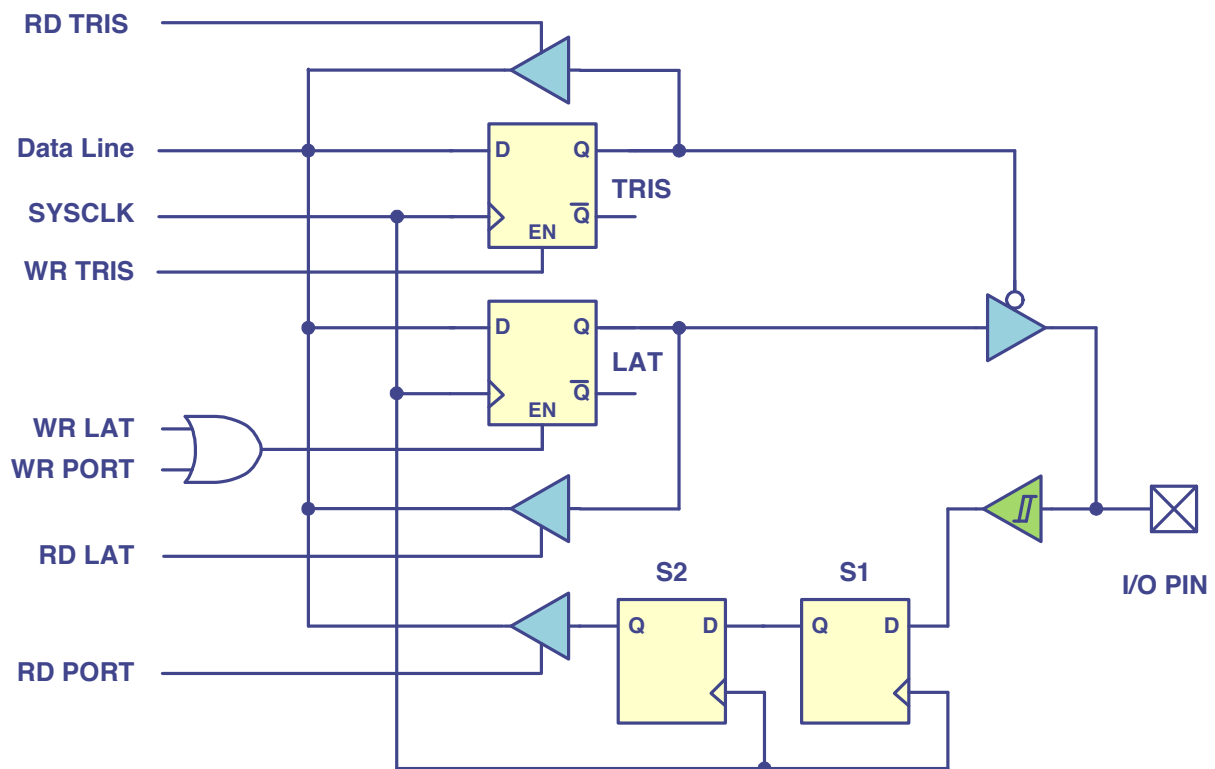

Figura 5. Diagrama de blocos simplificado de um porto de I/O no PIC32.
A Figura 5 apresenta o diagrama de blocos de um porto de I/O de 1 bit no PIC32. Nesse esquema, já abordado nas aulas teóricas, convém destacar os dois flip-flops S1 e S2 presentes no caminho do porto para efeitos de leitura. Esses *flip-flops*, em conjunto, formam um *shift register* de duas posições que visa a sincronização do sinal externo que se pretende ler com o instante de leitura do CPU. Estes dois *flip-flops* impõem um atraso de, até, dois ciclos de relógio na propagação do sinal externo até ao barramento de dados do CPU ("data line").
Esta solução funciona porque o valor escrito em LATE num ciclo de relógio fica disponível para ser lido no ciclo de relógio seguinte, como se pode facilmente verificar no esquema da Figura 5. Quando a programação é feita em linguagem C, e uma vez que o programador não controla a forma como o código é gerado, devem sempre usar-se os registos LATx para a manipulação dos valores em portos de saída (através de uma instância **LATxbits**). Por exemplo, a leitura do valor do bit 2 do porto E (RE2) e a sua escrita no bit 5 do mesmo porto deve ser feita, em linguagem C, do seguinte modo:
- A escrita num porto configurado como entrada não tem qualquer consequência. O valor é escrito na *latch* do porto mas não fica disponível no exterior uma vez que é barrado pela porta *tri-state* que se encontra na saída da *latch* e que está em alta impedância (ver Figura 5).